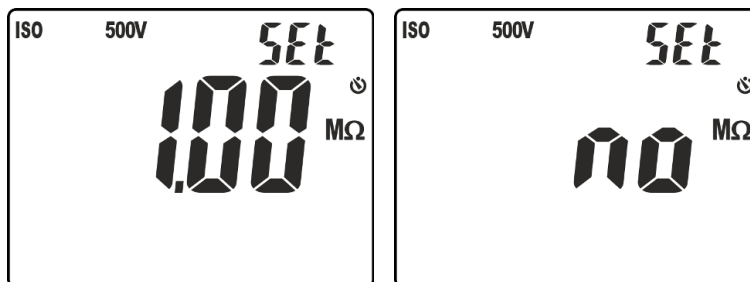

Fig. 16: Impostazione soglia limite nella misura di isolamento
5. Premere i tasti $\nabla/\text{☼}$ o $\blacktriangle/\text{ZERO}$ per selezionare il valore tra le opzioni: **0.10M Ω** , **0.230M Ω** , **0.50M Ω** , **1.00M Ω** , **100M Ω** , **no**. L'opzione "no" indica la non impostazione della soglia (vedere Fig. 16)
4. Premere e tenere premuto il tasto **VTEST/LIM** (>2s) per impostare la soglia limite minima sulla misura. Il simbolo "Set" lampeggia a display. Premere i tasti **▼/☼** o **▲/ZERO** per selezionare il valore tra le opzioni: **0.10MΩ, 0.230MΩ, 0.50MΩ, 1.00MΩ, 100MΩ, no**. L'opzione "no" indica la non impostazione della soglia (vedere Fig. 16)